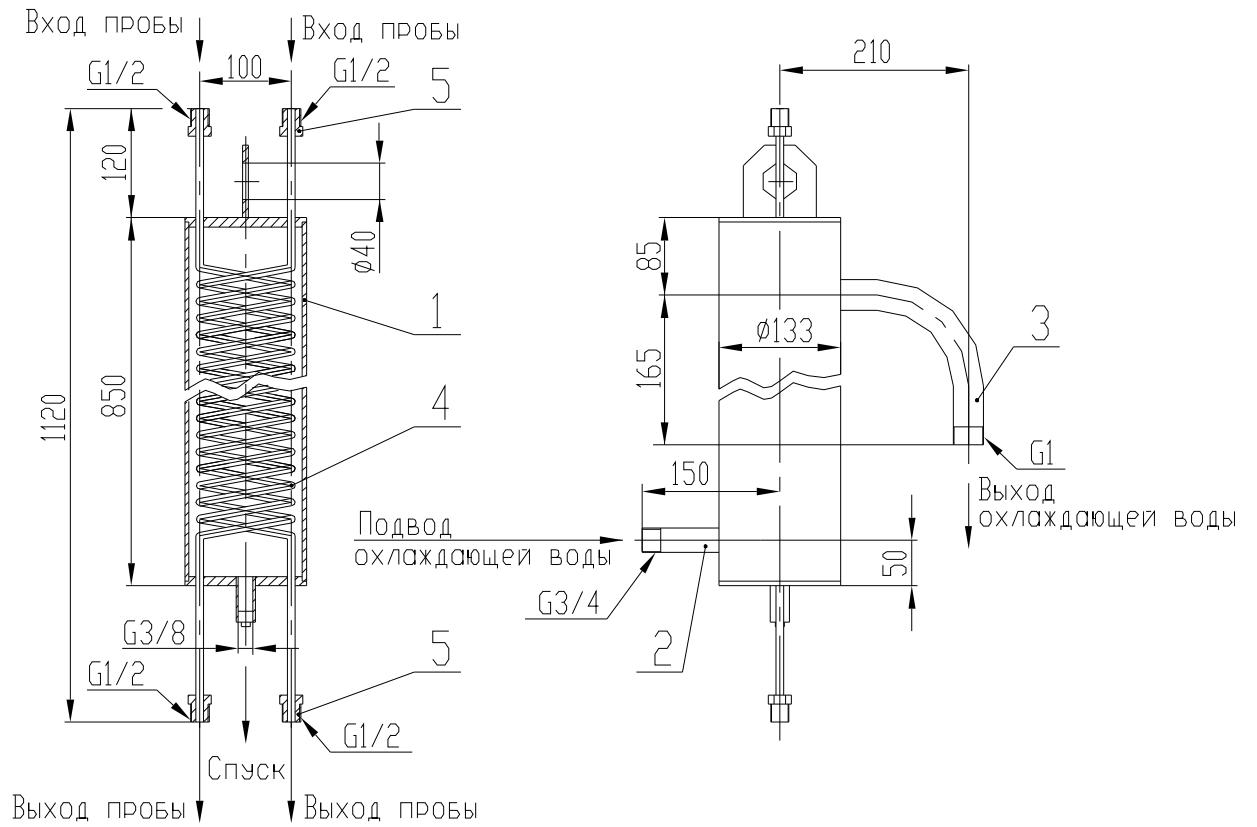

Рис.1
4.1. Холодильник двухточечный отбора проб ХДОПВ-125-40 (см. рис.1) состоит из сварного корпуса 1 с приваренными к нему патрубками 2 и 3 для подвода и отвода охлаждающей воды и двух змеевиков 4, смонтированных внутри корпуса, концы их трубок для входа и выхода проб выведены наружу и снабжены штуцерами 5 с резьбой. Змеевики выполнены из нержавеющей трубы.